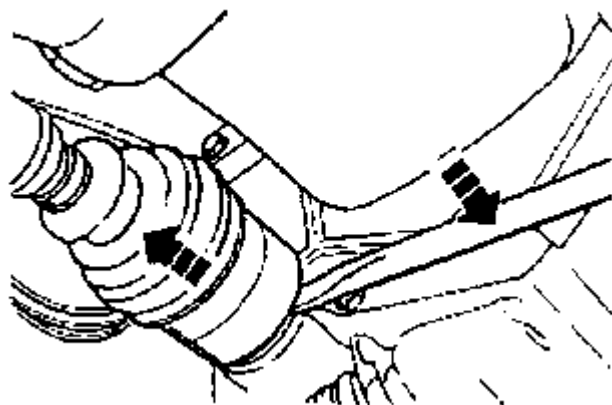

Figura 20: Desligamento da semi-árvore.
- 17 . Instalar uma alavanca entre a carcaça da transmissão e a semi-árvore direita e, batendo com a palma da mão na extremidade da mesma, desligar a semi-árvore (Figura 20);